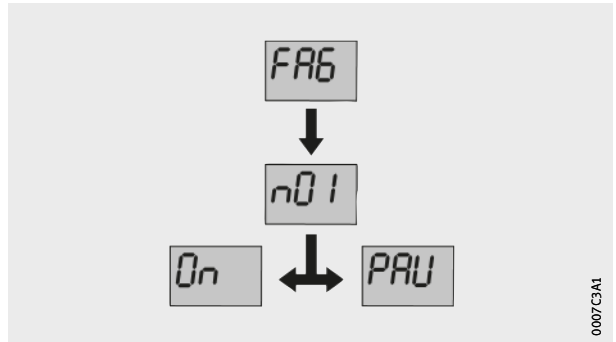

Bild 11
- ▷ Das Schmiersystem ist eingeschaltet und läuft in der Betriebsart Zeitsteuerung, *Bild 11*.